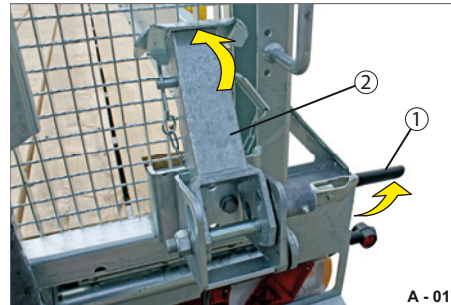

Abb. 7 Klappstütze einklappen
- ▶ Ziehen Sie den Federriegel (Abb. 7/1) in waagerechte Stellung.
- ▶ Klappen Sie die Klappstütze (Abb. 7/2) hoch (in waagerechte Stellung) und arretieren Sie diese mit dem Federriegel (Abb. 7/1).